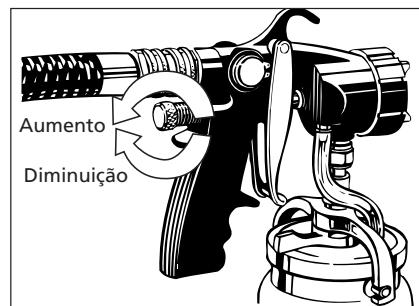

Figura 13 - Ajustando o fluxo de material
5. Para ajustar o fluxo de material, gire o botão de controle de material no sentido horário para diminuir e no sentido anti-horário para aumentar (veja a Figura 13).